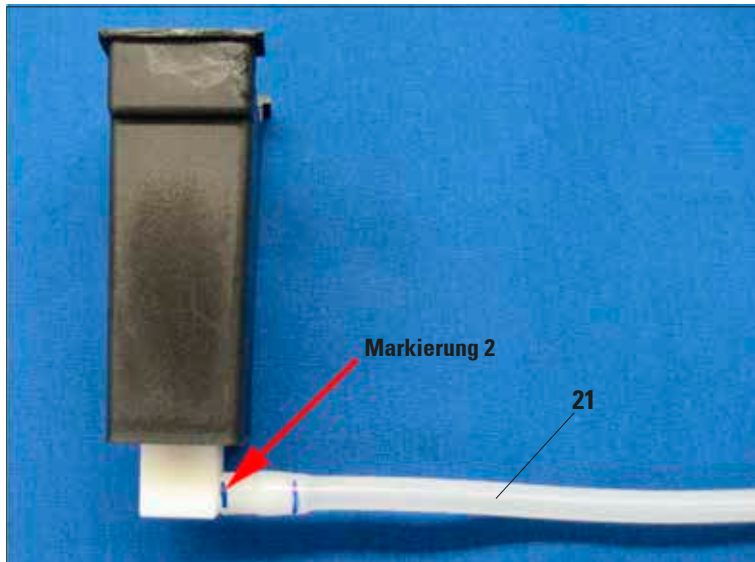

Abb. 26
- Danach den Schlauch (21) durch Drehen vollständig auf den Anschluss schieben, bis das Schlauchende an der Seitenfläche des Anschlusses anliegt (Abb. 26).